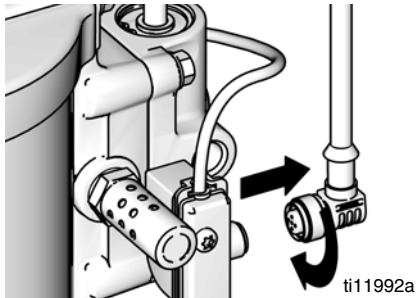

Рис. 9. Отсоединение модуля DataTrak
1. Отвинтите кабель от задней поверхности блока язычкового переключателя. См. Рис. 9.